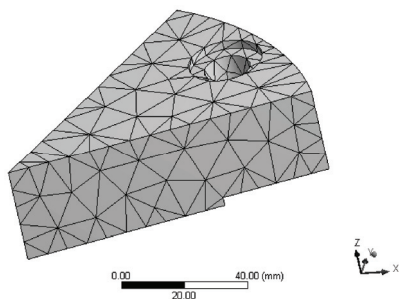

图 20-9 网格模型
2) 在 Outline 树结构图中的 Mesh 选项单击鼠标右键，在弹出的快捷菜单中选择 Generate Mesh，生成网格最终的效果如图 20-9 所示。